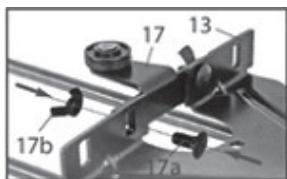

рис.8
Для фрезерования на одинаковом расстоянии от криволинейного края заготовки, на упор крепится роликовая направляющая (см. рис.8):
- закрепить винтами (рис.8 поз.17а) и гайками-барашками (рис.8 поз.17b) роликовую направляющую (рис.8 поз.17) к упору параллельного фрезерования (рис.8 поз.13);